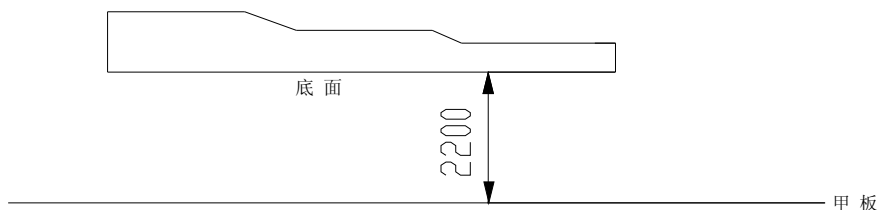

图 2
- 主通道上风管底部的净高度不少于 2200mm (见图 2), 排风口大约 2000mm。辅助通道在特殊情况下, 净高可适当降低, 但不能影响设备的维修、安装及操作;
- 考虑风管的美观性, 当方形风管有变径时, 其底面应保持水平, 在其他三个面发生变化; (见图 2)